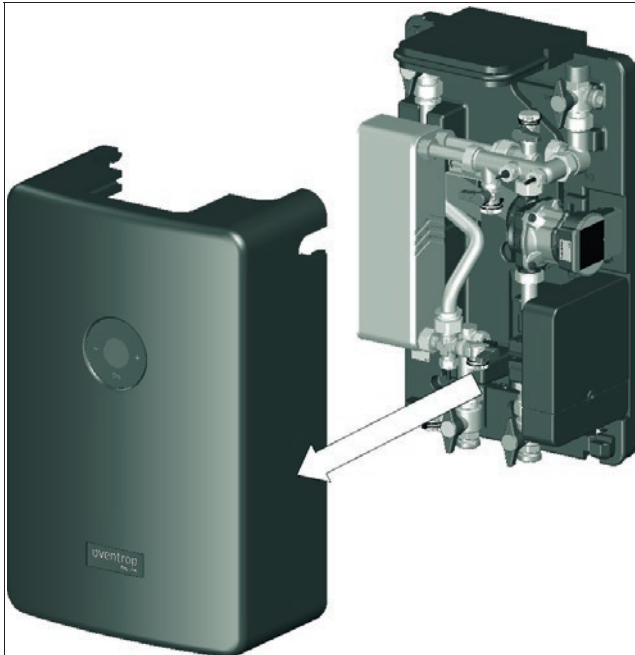

Abb. 12: Oberschale abnehmen
2. Heben Sie die Oberschale ab (siehe Abb. 12).